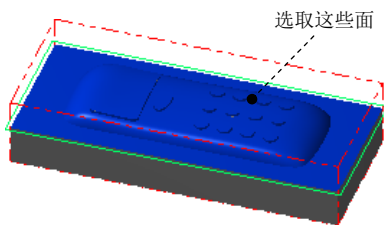
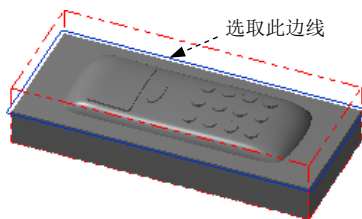

图 24.12 选取加工面
图 24.13 选取边界线
Step2. 选取加工面。在图形区中选取图 24.12 所示的曲面，然后按 Enter 键，系统弹出“刀具路径的曲面选取”对话框。然后单击 Containment boundary 区域中的  按钮，选取图 24.13 所示的边线为边界。单击  按钮，然后单击“刀具路径的曲面选取”对话框中的  按钮，系统弹出“曲面精加工平行铣削”对话框。